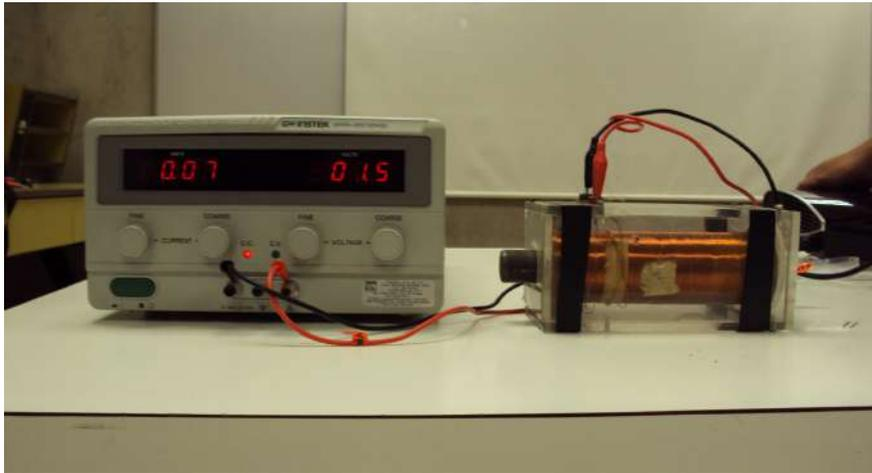

Figura 5.3 Electroimán
- f) Conecte la fuente de poder al solenoide como se muestra en la figura 5.3 y ajuste el voltaje hasta tener una corriente de 1.5A. A continuación coloque las brújulas alrededor.